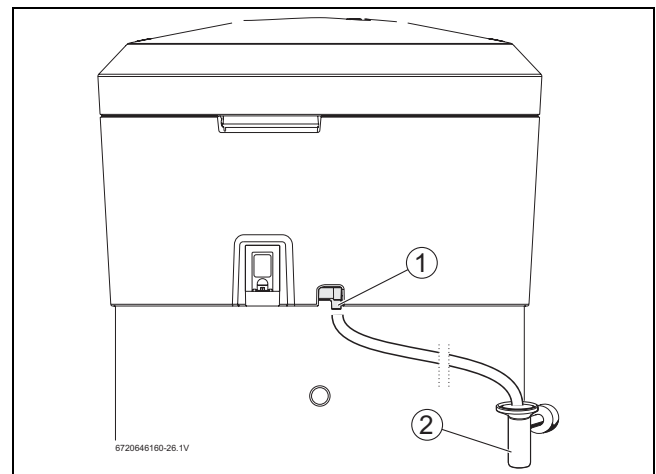

Fig. 14 Scarico della condensa
- ▶ Collegare il tubetto allo scarico della condensa (Fig. 14, [1]).
- ▶ Collegare il tubetto ad un sifone ad imbuto (Fig. 14, [2]).